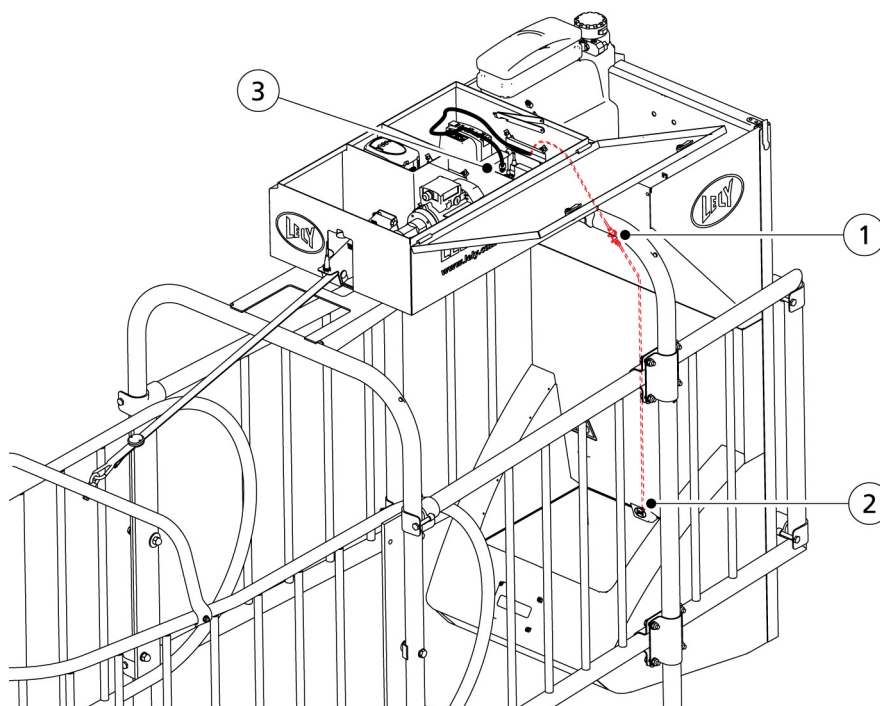

Abbildung 32. Anschluss des Kabels des Futterniveausensors
3. Verbinden Sie den anderen Kabelstecker mit dem Kabel des Futterniveausensors (1, abb. 32, Seite 5-21).